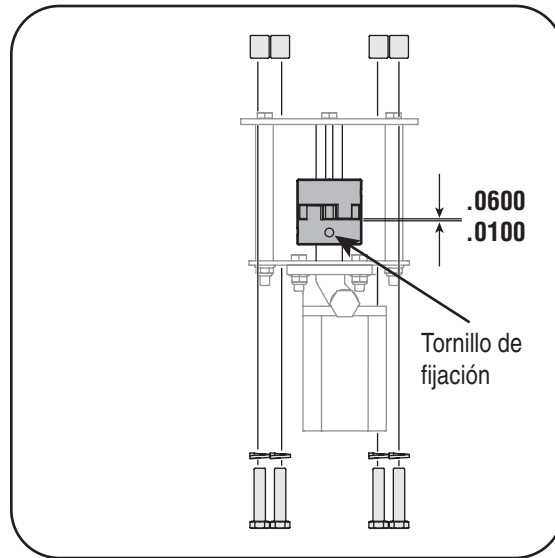

Figura 5-3
1. Retire las tres tuercas que ajustan la bomba al protector del acoplamiento. Hay dos tuercas en las esquinas de abajo y una en el centro, arriba. Vea la Figura 5-3.
10. Ajuste el espacio/la separación entre .010" y .060" entre la "araña" de nylon y el medio acoplamiento de motor y moviendo el medio acoplamiento de la bomba según sea necesario. Ajuste el medio acoplamiento de la bomba con el tornillo de fijación. Vea la Figura 5-3.